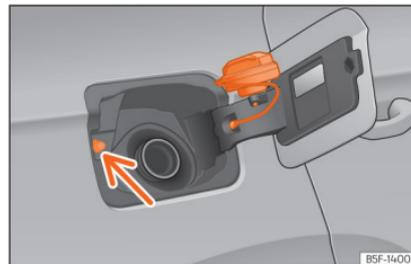

Fig. 234 Tampa do depósito com o tampão encaixado.
Evite tocar no botão de trancagem da tampa de combustível » » **Fig. 234** (seta). O sistema entenderá que acabou e não poderá continuar a abastecer. Volte a pressionar o botão  da porta do condutor para continuar.
• Coloque-a no espaço existente na dobraçã da tampa aberta » » **Fig. 234**.